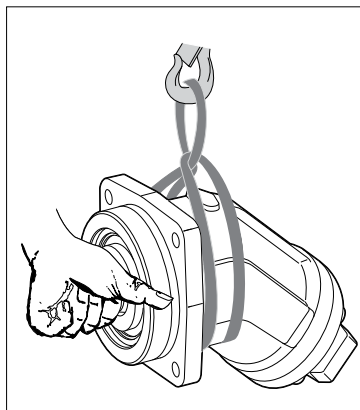

Fig. 5: Transporte con cinta de elevación
- ▶ Coloque la cinta de elevación alrededor de la unidad a pistones axiales de modo que la cinta no pase por encima de piezas de montaje (por ejemplo: válvulas), ni que la unidad a pistones axiales quede suspendida por las piezas de montaje (véase la Fig. 5).